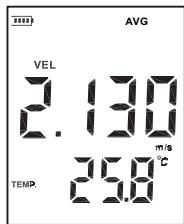

图9
- (3) 测风速平均时，LCD屏幕上上方显示“AVG”字样，如图9：